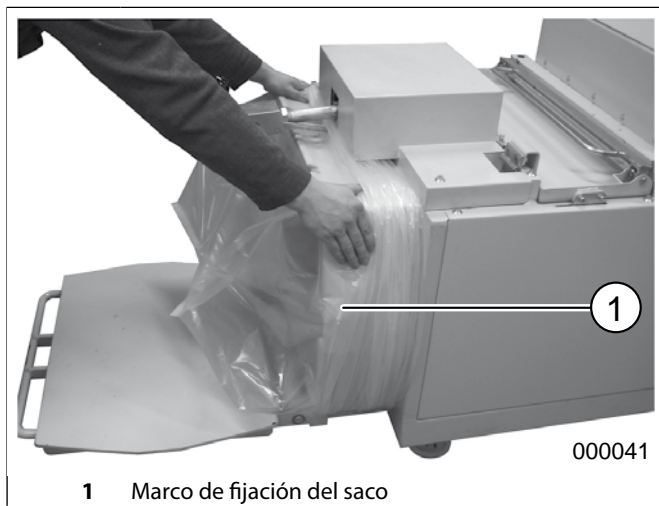

fig.20 Colocacion de un saco de plastico nuevo
En el caso de una atadura del fardo, antes de la colocación del saco sobre su marco de fijación (fig. 20) se tienen que haber colocado ya en la cámara de prensado las cintas como ya descrito bajo el título „Colocacion de las cintas para un nuevo fardon“, p. 55 (no afecta en el caso "C").
2. Pasar el borde del saco por encima de su marco de fijación (fig. 20) y pasar poco a poco el saco sobre el marco hasta el final.